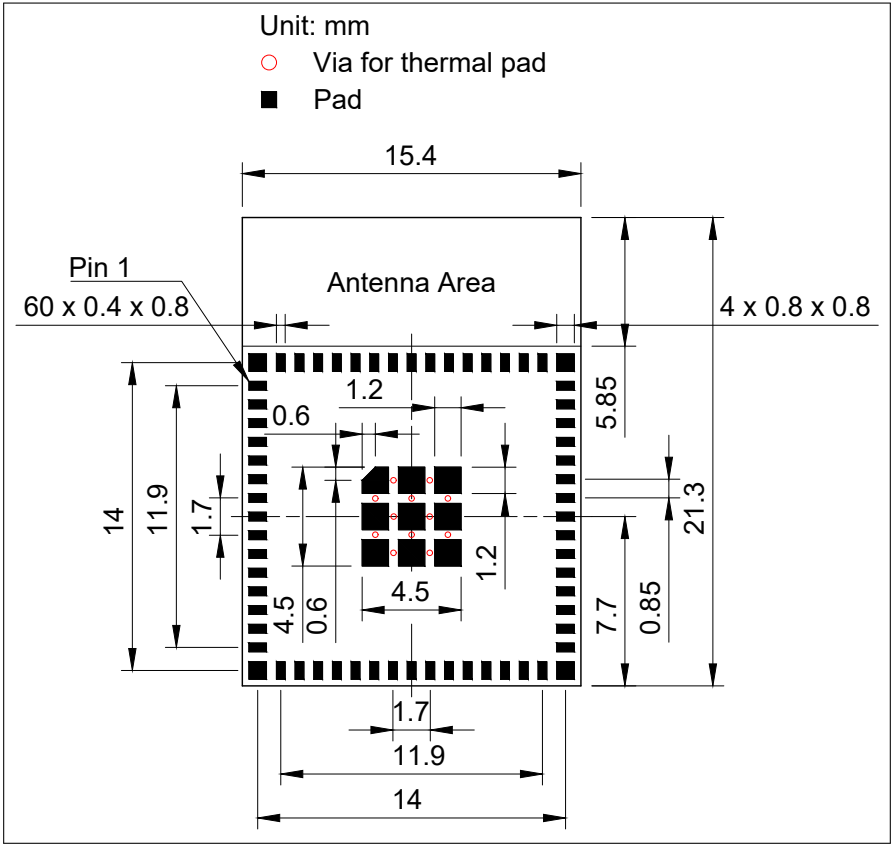

图 7: ESP32-C5-MINI-1 推荐 PCB 封装图形
- 推荐 PCB 封装图，标有 PCB 设计所需的全部尺寸。详见图 7 ESP32-C5-MINI-1 推荐 PCB 封装图形。